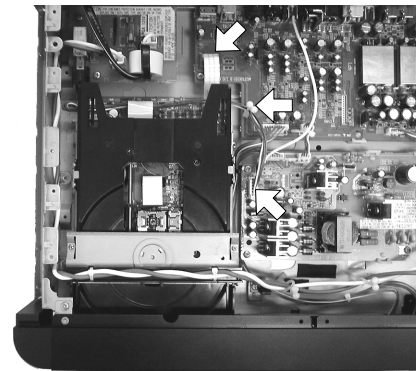

Fig. 5-2
2. Remove the cable holder. Remove the housing of the wire harness at the connector JP06 on the PCB PP01. (see Fig.5-2)
3. Remove FFC and wire harness from the DVD main PCB which mounted under the DVD mechanism. (see Fig.5-2)
2. ケーブルホルダーを 緩め、DVD メイン基板 <-> PP01 間のケーブルを コネクタ JP06 側で 外します。(Fig.5-2)
3. DVD メイン基板に接続されている FFC とケーブルを 外します。(Fig.5-2)